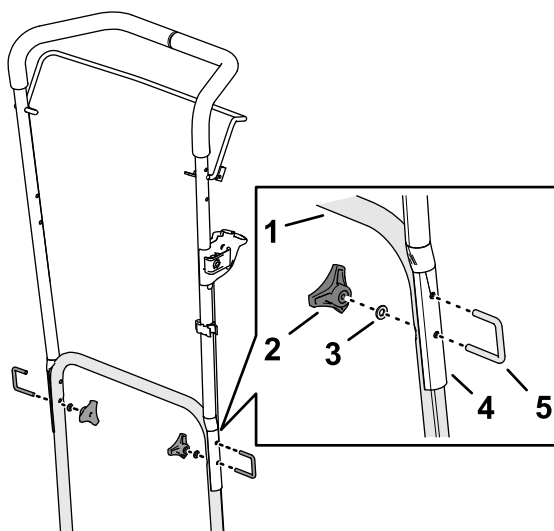

図 3
5. 上側ハンドルバーを下側ハンドルバーに固定しているハンドホイールノブ2個、ワッシャ、Uボルトを外す 図 3。
7. ステップ5で外したハンドホイール 2 個と U ボルト 2 本を使用して、上側ハンドルバーを延長部に固定する 図 3。